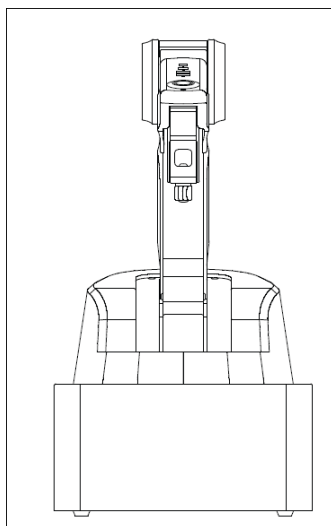

Рисунок 21 – Исходное положение манипулятора
- Перед включением манипулятора прозвучит голосовое сообщение «Система запущена. Внимание начинается процесс калибровки. Будьте осторожны, не касайтесь манипулятора и убедитесь, что посторонние предметы не мешают движению устройства». Запустится калибровка: манипулятор должен сначала поднять стрелу вверх, затем совершить повороты влево вправо и остановиться в исходном положении (Рисунок 21).
- В течение 1,5 минут перед включением манипулятора прозвучит голосовое сообщение «Система запущена. Внимание начинается процесс калибровки. Будьте осторожны, не касайтесь манипулятора и убедитесь, что посторонние предметы не мешают движению устройства». Запустится калибровка: манипулятор должен сначала поднять стрелу вверх, затем совершить повороты влево вправо и остановиться в исходном положении (Рисунок 21).